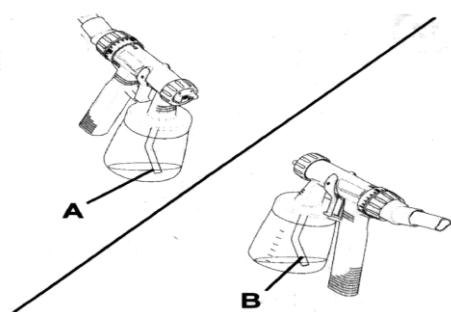

Fig 6
- Pozionati pistolul de vopsire in suportul pentru pistol al masinii (fig.6).